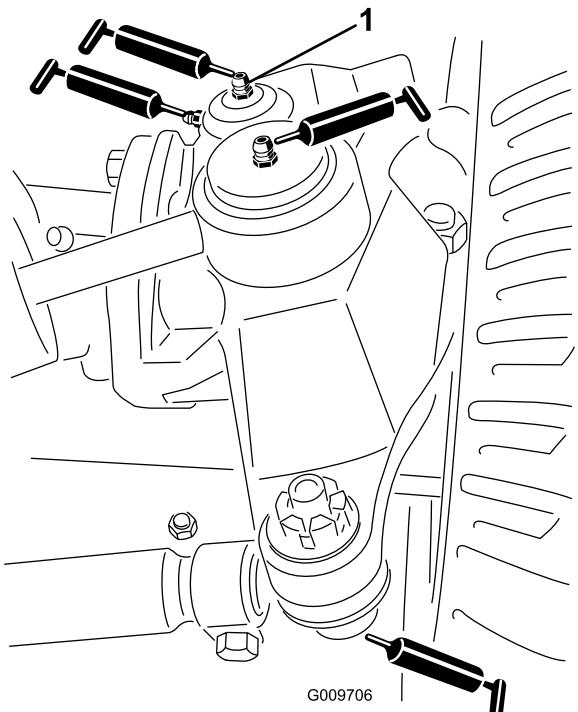

Figura 60
- Articulaciones esféricas de cilindro de dirección (2) tal y como se muestra en la Figura 60
- Articulaciones esféricas de biela (2) tal y como se muestra en la Figura 60
- Casquillos de pivote de dirección (2) tal y como se muestra en la Figura 60